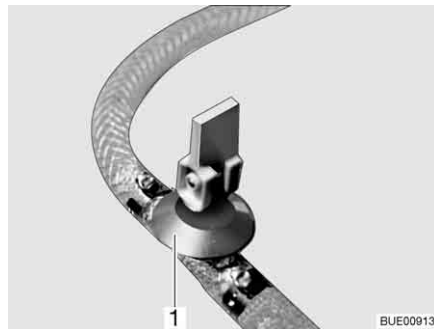

Fig. 214 Llave de desagüe
- Cerrar la(s) llave(s) de desagüe. Colocar para ello el balancín (Fig. 214,1) en posición horizontal.
- Abrir la(s) llave(s) de desagüe (Fig. 214). Colocar para ello el balancín (Fig. 214,1) en posición vertical. La caldera se vacía hacia fuera.